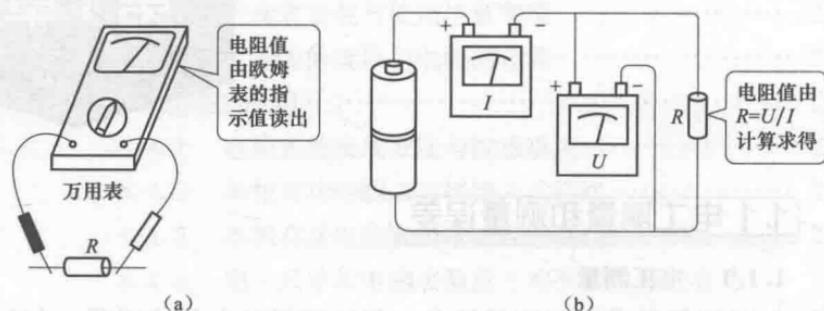

图 1-1 电阻的直接测量与间接测量
(1) 直接测量法。直接测量指测量结果可从一次测量的数据中得到。如用电流表测量电流，用电压表测量电压，用欧姆表测量电阻等都属于直接测量法，如图 1-1 (a) 所示。此方法测量简便、读数迅速、但准确度较低。
(2) 间接测量法。间接测量只能测出与被测量有关的电量，然后经过计算求得被测量。如用伏安法测量电阻时，先用电压表和电流表分别测量出电阻两端的电压和流过该电阻的电流，最后
再根据欧姆定律计算出被测的电阻的大小，如图 1-1（b）所示。间接测量法的误差比直接测量法大。